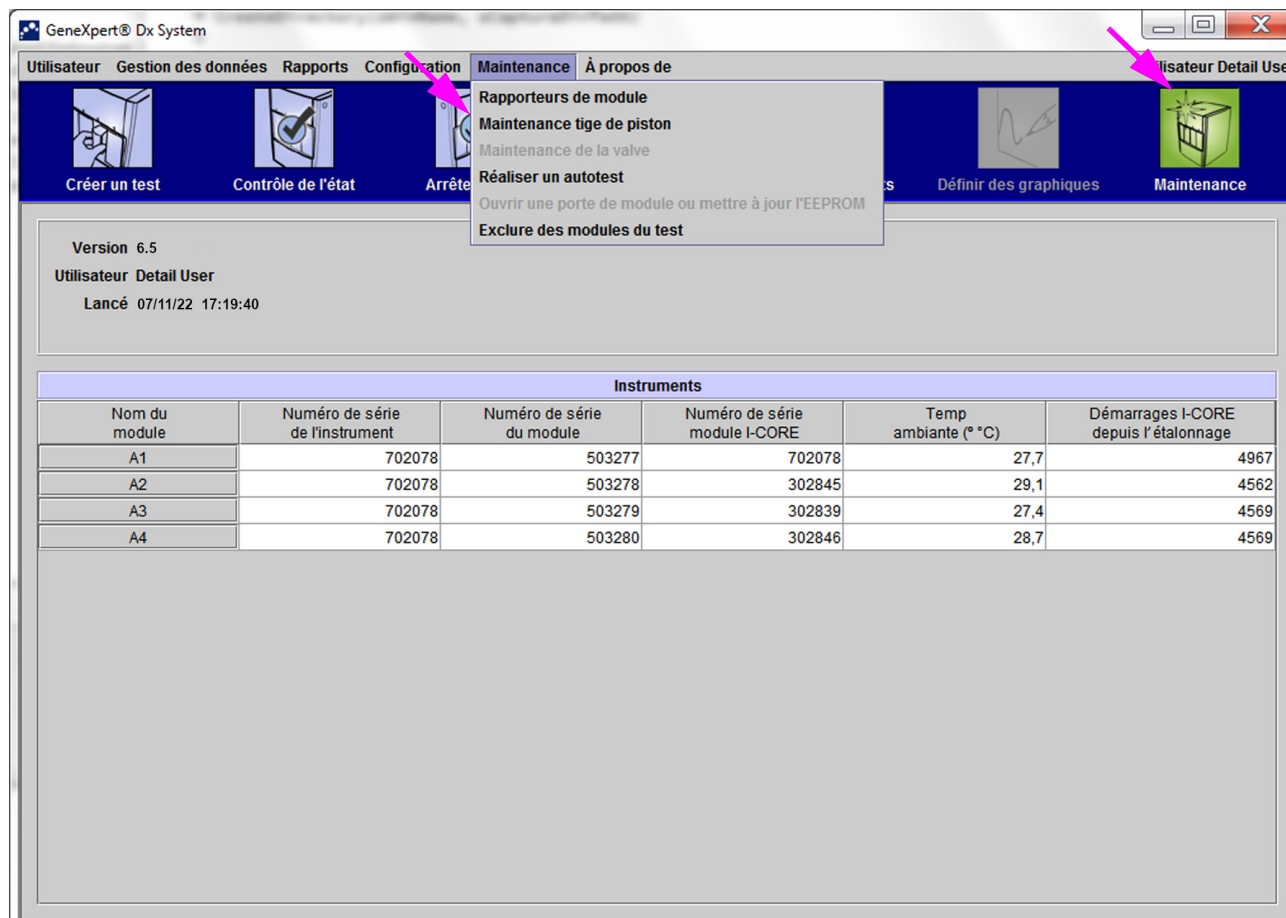
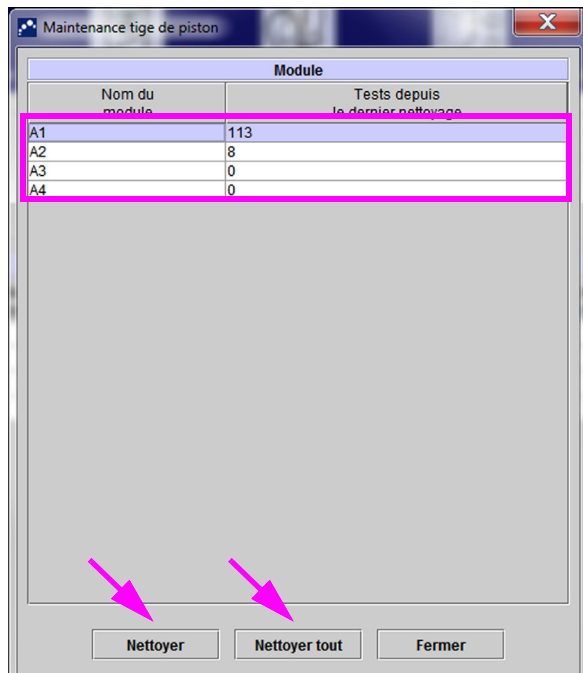
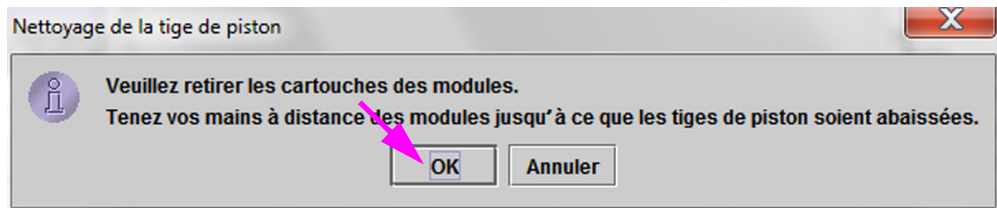

Figure 9-2. Fenêtre GeneXpert Dx System
Figure 9-3. La boîte de dialogue Maintenance tige de piston
Figure 9-4. Boîte de dialogue Nettoyage de la tige de piston
2. Dans la fenêtre GeneXpert Dx System, cliquez sur l'icône **Maintenance** (cf. Figure 9-2). L'écran **Maintenance** s'affiche.
3. Cliquez sur **Maintenance** dans la barre de menus (cf. Figure 9-2), puis sélectionnez **Maintenance tige de piston**. La boîte de dialogue **Maintenance tige de piston** s'affiche. Voir Figure 9-3.
- 4. Dans le tableau **Module**, sélectionnez le(s) module(s) à nettoyer, puis sélectionnez **Nettoyer** ou **Nettoyer tout** (cf. Figure 9-3). La boîte de dialogue Nettoyage de la tige de piston s'affiche (cf. Figure 9-4).